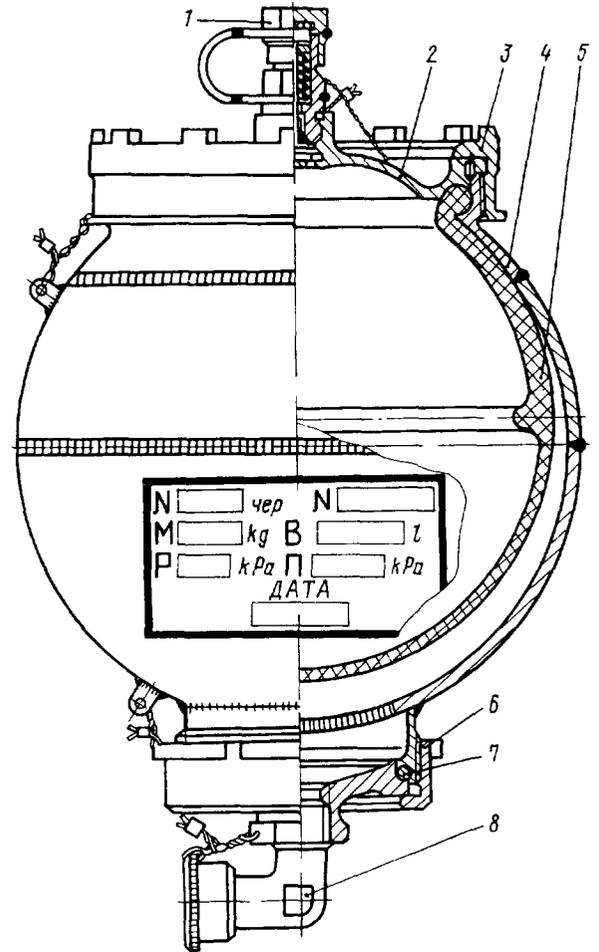

Рис. 1 Гидроаккумулятор дублирующей гидросистемы.
2.1. Гидроаккумулятор (рис. 1) дублирующей гидросистемы состоит из сварного сферического корпуса 4, крышки 2, резиновой диафрагмы 5.